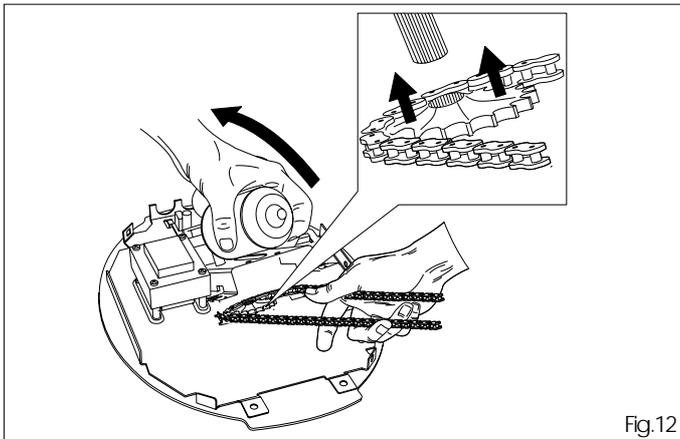

Fig.12
5.7 Levanten la unidad motor prestando atención a no dañar el equipo electrónico, acoplen el piñón con la cadena e introdúzcanlo en el eje motor (fig.12).